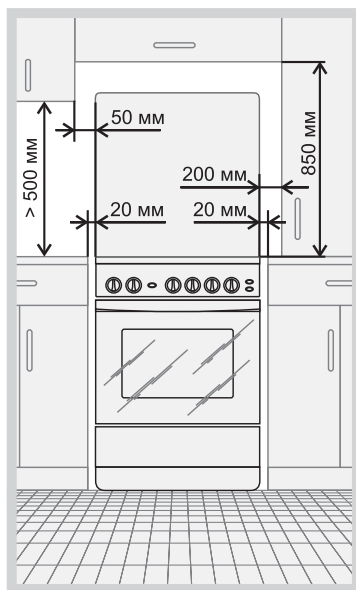

Рис.16
- Плита предназначена для установки на полу. Установка плиты на подставку не допускается. Расстояния, которые необходимо выдержать при установке плиты, показаны на рис.16. Задняя стенка плиты должна отстоять от поверхности стены не менее чем на 50 мм.